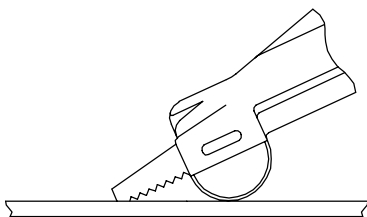

Figura 2
2. Levante la empuñadura de la sierra, y ponga la punta de la hoja de sierra en contacto con el material. Vea la Figura 2.